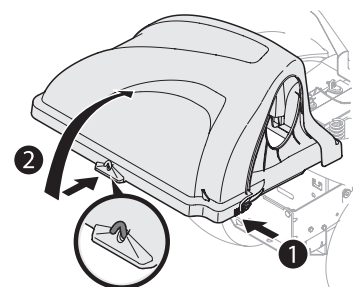

Figura 17
8. Abra la cubierta de la embolsadora empujando hacia adentro la lengüeta posterior derecha con la mano derecha (1), y levantando la cubierta con la mano izquierda en el centro de la parte posterior de la cubierta de la embolsadora (2) como se ve en la Figura 17.